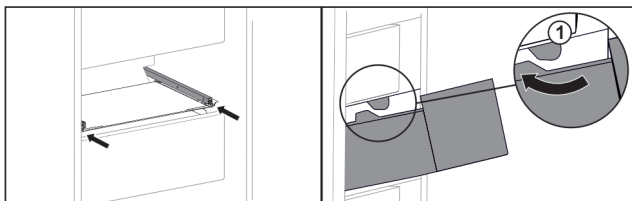

Fig. 100
- ▶ Обвести висувний ящик навколо стопора Fig. 100 (1).